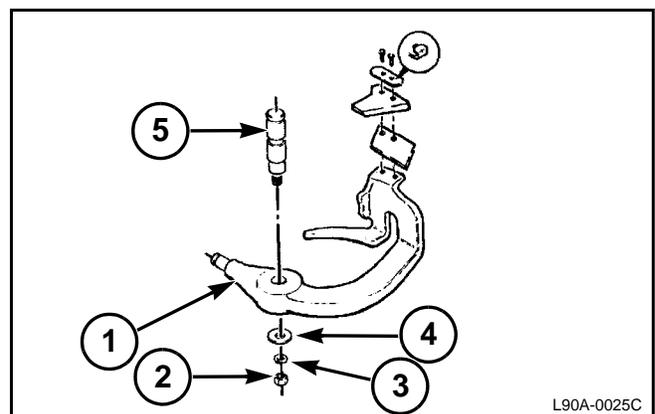

FIG. 60
FIG. 60: Ajuste el brazo separador de modo que roce apretadamente a través de la podadora, doblando el brazo separador para que se requieran de 36 a 54 N (8 (12 lbs) para mover el brazo separador a través de la podadora. Si sólo se requiere un ajuste leve, el brazo separador se puede doblar con un martillo, una palanca o una llave ajustable sin quitar ninguna de las piezas del anudador. Si es necesario un ajuste mayor, quite completamente el brazo separador del anudador y doble el brazo separador con una prensa de mandíbulas anchas. Se puede quitar el brazo separador (1) quitando la tuerca (2), la arandela de traba (3) y el cojinete de maquinaria (4) y tirando del brazo del eje del brazo separador (5).